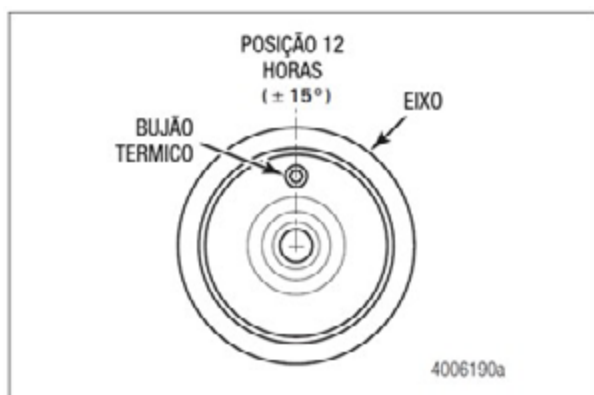

FIGURA 2.20
21. Se você estiver instalando uma tampa de pressão do eixo equipado com um bujão térmico para um sistema ThermaALERT, instale a tampa de pressão do eixo com o plugue térmico posicionado às 12 horas (± 15 graus). Figura 2.20.
- **Se a tampa de pressão do eixo estiver equipada com um bujão térmico para um sistema ThermaALERT:** certifique-se de que o bujão térmico esteja posicionado PARA CIMA, às 12 horas (± 15 graus) quando o eixo estiver instalado sob o reboque. Figura 2.20.